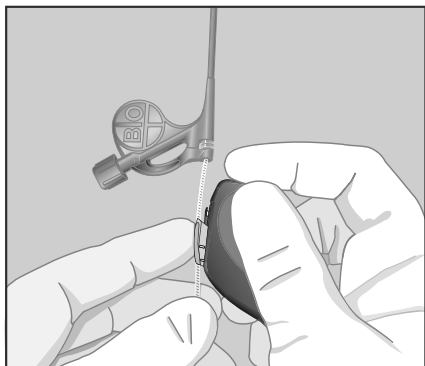

Abb. 2: Elektrode in geöffnete Klemmvorrichtung legen
- 2 Klemmvorrichtung des Slitter Tools durch Druck auf Entriegelungstaste öffnen und Taste gedrückt halten - siehe Abbildung 2.
- 3 Elektrode mit der anderen Hand in die Klemmvorrichtung einlegen - siehe Abbildung 2.